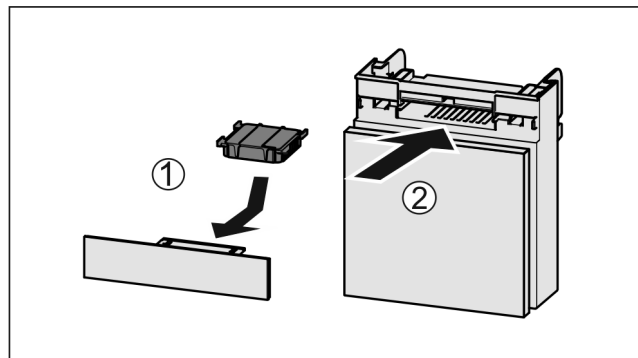

Fig. 208
- Umetnite filter s aktivnim ugljenom kao što je prikazano na slici Fig. 208 (1).
- Umetnite pretinac Fig. 208 (2).